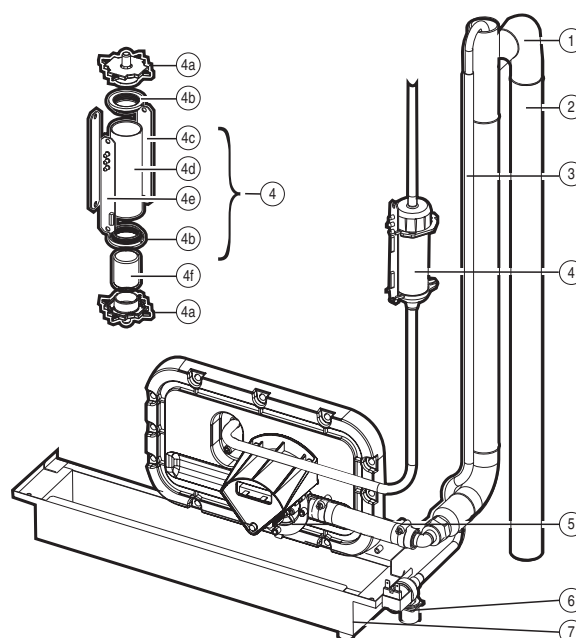

Fig. 2.e
- **Fill electrovalve** (Fig. 2.d, part. n. 3 - Fig. 2.e, part. n. 6)
- **Supply and drain manifold** (Fig. 2.d, part. n. 6)
- **Drain electrovalve/drain pump** (Fig. 2.d, part. n. 5 - Fig. 2.e, part. n.5)
- **Fill tank** (Fig. 2.d, part. n. 1)